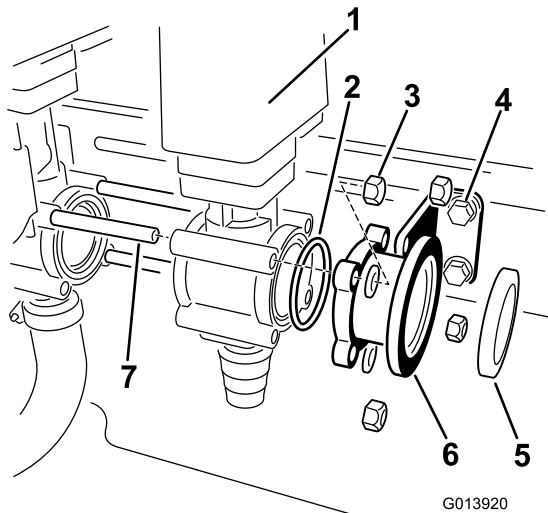

Figura 6
8. Prendete un O-ring dalle parti scelte e montatelo sul lato aperto della valvola del nebulizzatore (Figura 6).